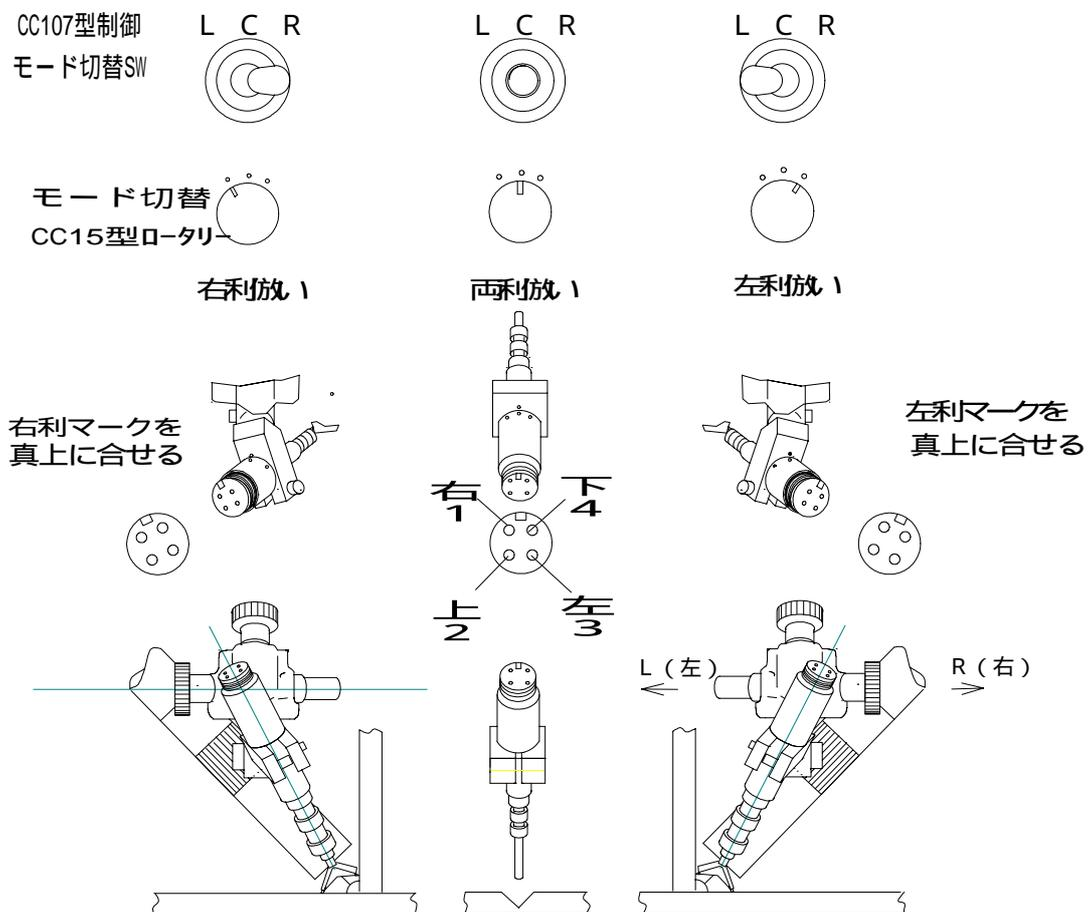

図 2 . 右利・左利・両利取付状態
- 取付は、図2の要領で検知器を、倣いモード(右利・両利・左利)に応じて取付けて下さい。検知器と制御箱前面パネル上RS(ロータリー式モード切替スイッチ)又は、モード切替トグルスイッチの倣いモードは必ず一致させて下さい。